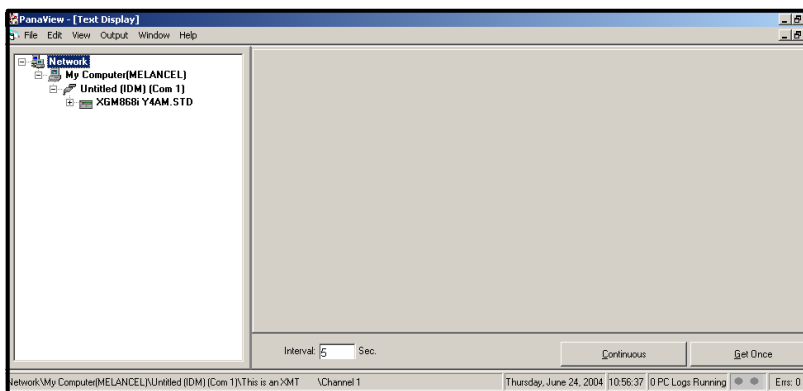

Figura 19: Ventana de visualización de texto
2. Utilizando el menú *Ventana*, como se describe en el *Manual del Usuario de PanaView*, organice las ventanas abiertas en el formato deseado. Para esta discusión, la Figura 19 muestra la ventana de *Visualización de Texto* en su tamaño maximizado (pantalla completa).
5. Antes de poder mostrar los valores reales de los datos en el panel de texto, active uno de los siguientes modos de recopilación de datos (consulte la Figura 19 en la página 49):